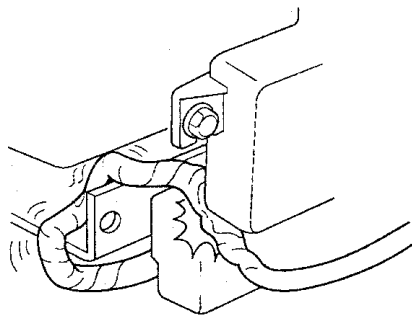

图 11-15 导线不能挤压
2) 安装线束时,确认它们没有被夹住或与其他零件发生干涉。切不可发生如图 11-15 所示的挤压情况。